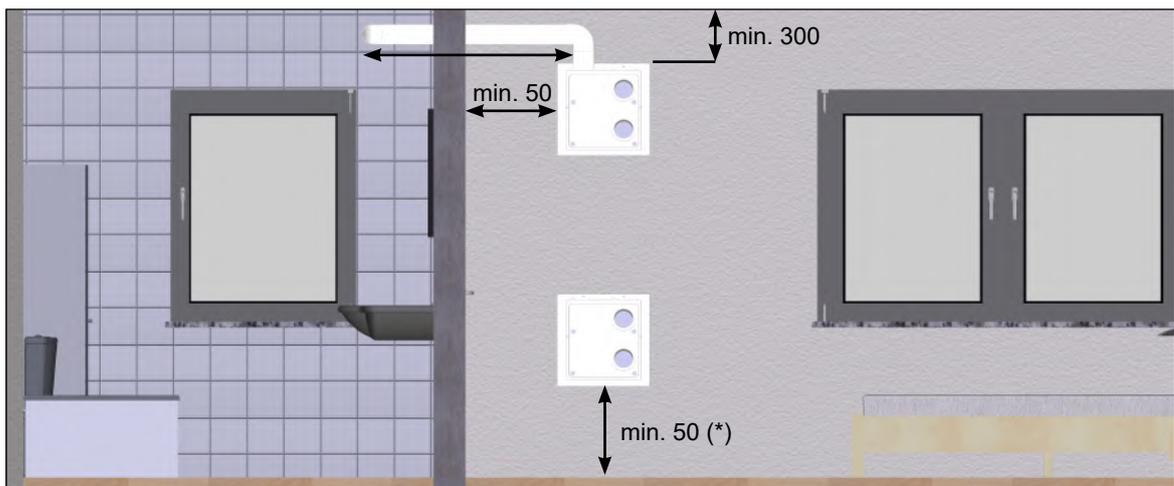
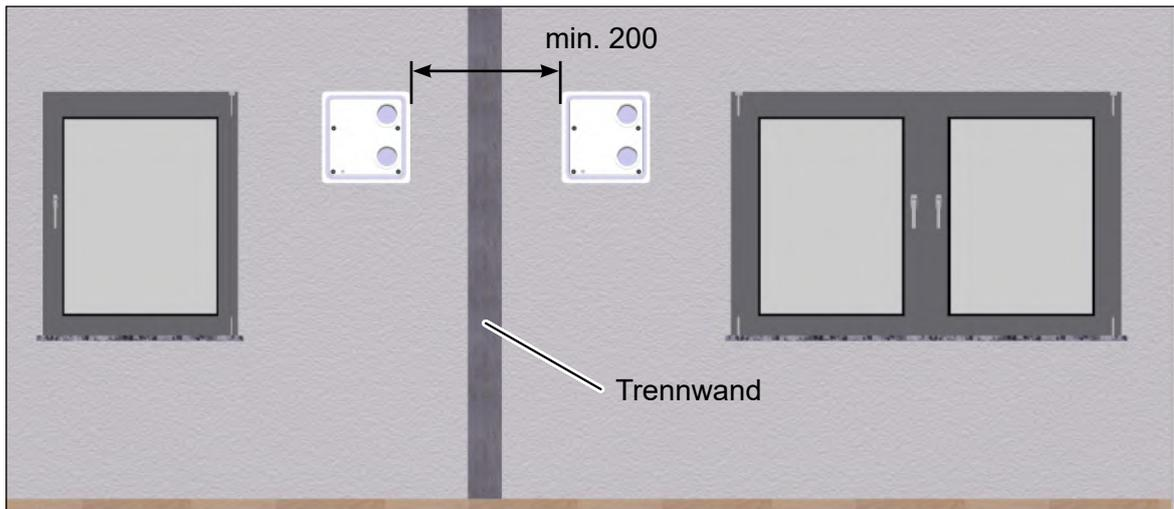

Abb. 5: Mindestabstände und Positioniermöglichkeiten des Montagesets M-WRG-M/MB-FK1 / FK2, Maße in Millimeter
Abb. 6: Seitlicher Mindestabstand zwischen zwei Mauerkästen, Maße in Millimeter
— Das Montageset Unterputz (Mauerkasten) muss so installiert werden, dass die Öffnungen für den Flachkanalanschluss nach oben zeigen (siehe Abb. 5).
▶ Achten Sie auf folgende Mindestabstände (siehe Abb. 5 und Abb. 6):
- Der Abstand der seitlichen und unteren Mauerkastenkante zu angrenzenden Flächen sollte mindestens 50 mm (Ausnahme: bei Verwendung eines Kondensatanschlusses, siehe (*) in Abb. 5 auf Seite 10) betragen. Mit Einhaltung des Mindestabstands lässt sich das Lüftungsgerät leichter bedienen. Ebenso kann der Luftfilterwechsel ohne Beeinträchtigung durchgeführt werden.